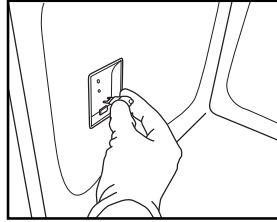

Рис. 8
4. Замените лампу (тип лампы см. в примечании) (Рис. 8)